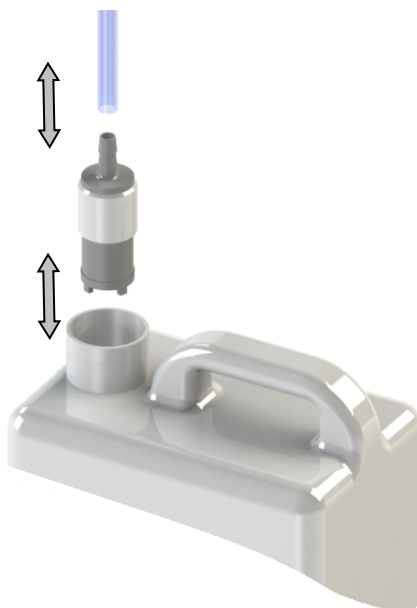

Fig. 5
5. Coloque os filtros anti-retorno no tubo de aspiração e insira-os nas soquetes do produto. Fixar a fixação com flanges de nylon, se necessário (fig. 5).